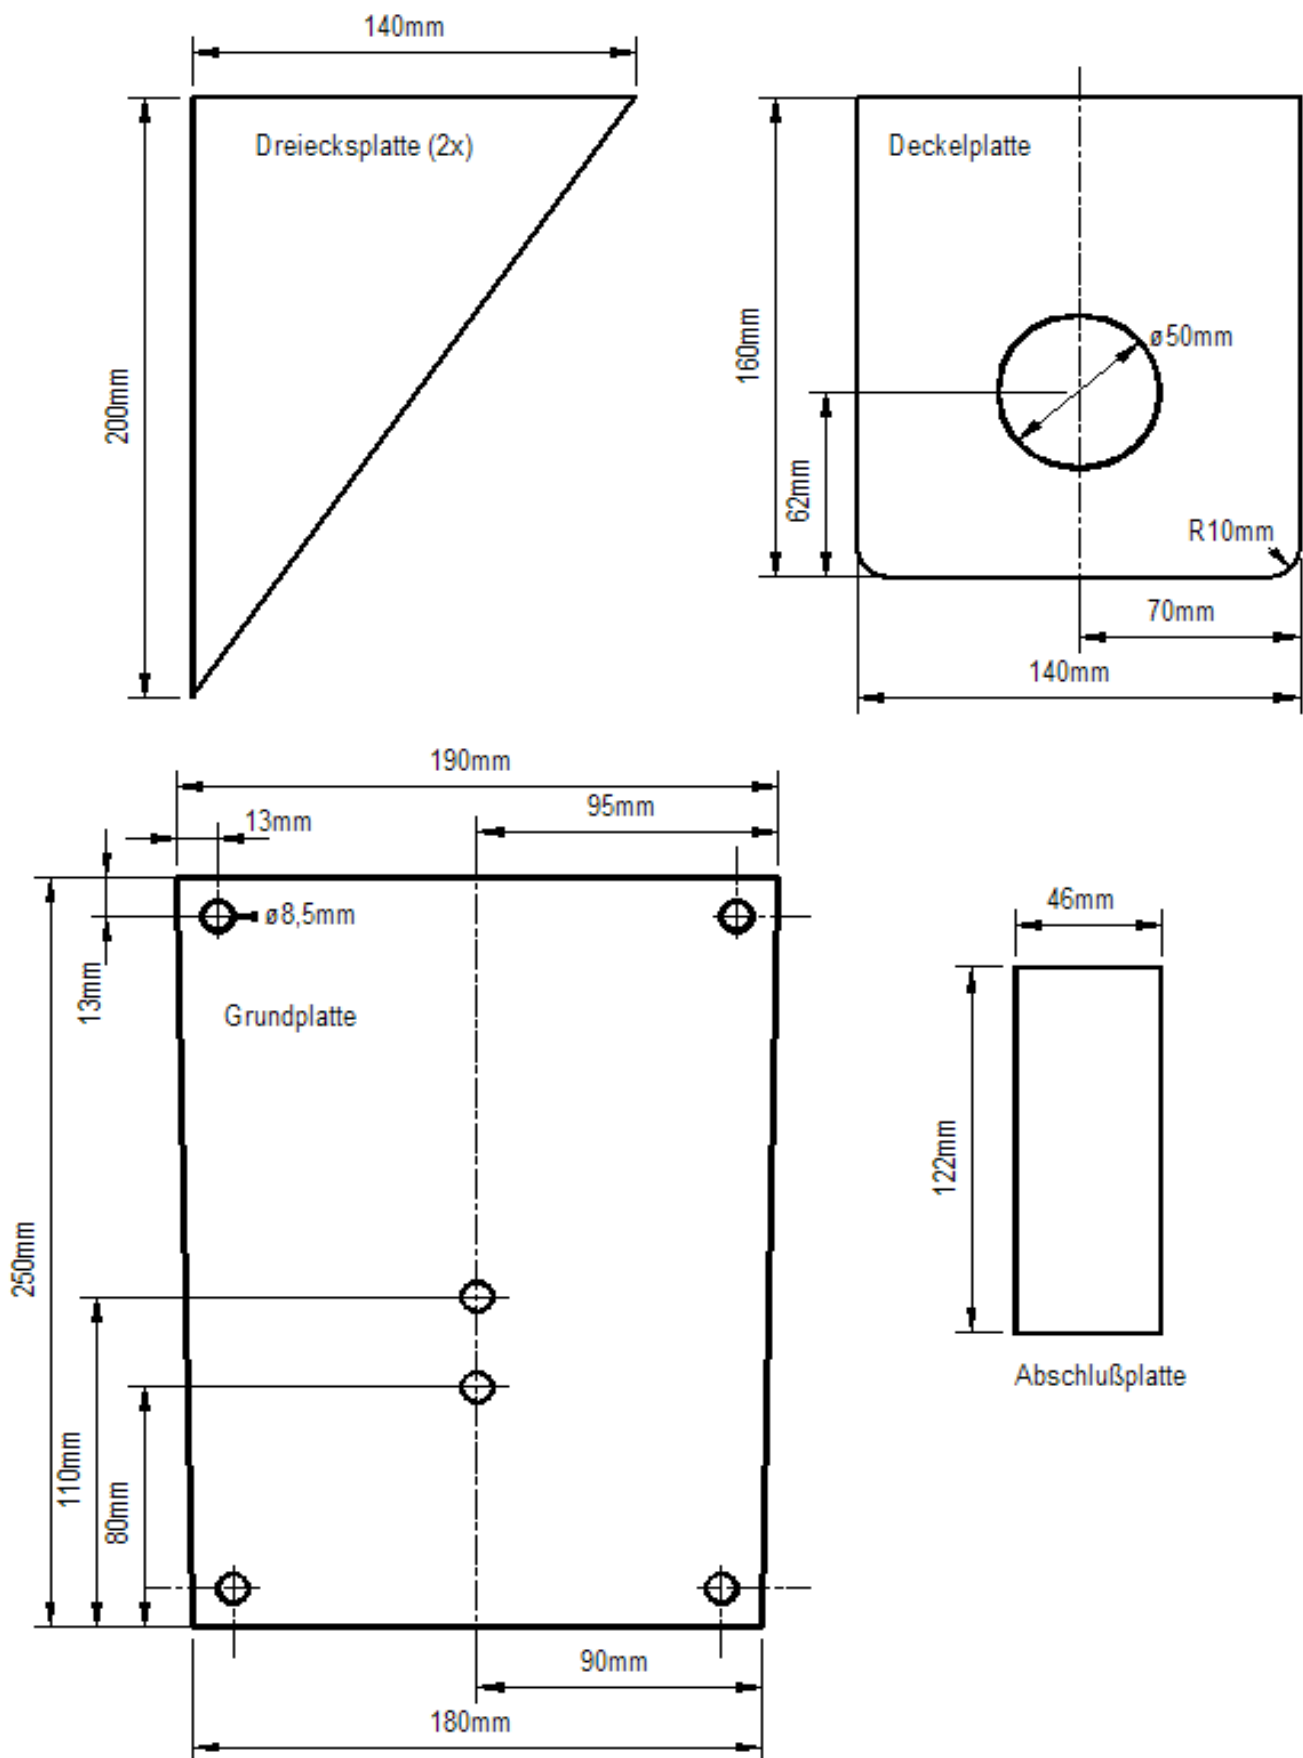

Abbildung 2: Bemaßung der Einzelteile für Variante A und B
- 1x Grundplatte (je nach gewählter Variante bitte die Teile nach Plan aus Abbildung 2 oder 3 verwenden)